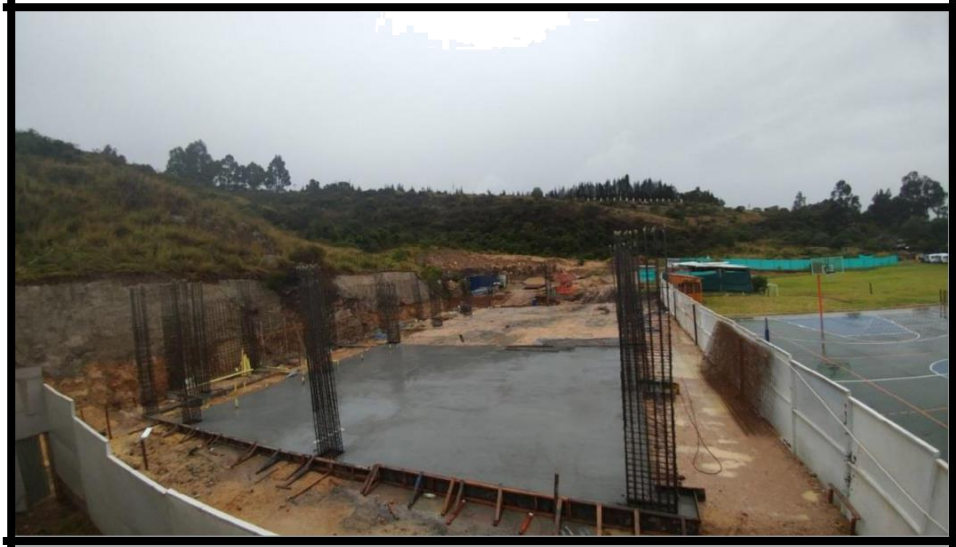

Ilustración 3. Semana 9 - Comedor
La obra mantenía cierto avance, nueve (9) semanas de haber iniciado labores, se encontraba próxima a fundir placa y con la actividad de recebo compactado ya finalizada. (Ver Ilustración 3)